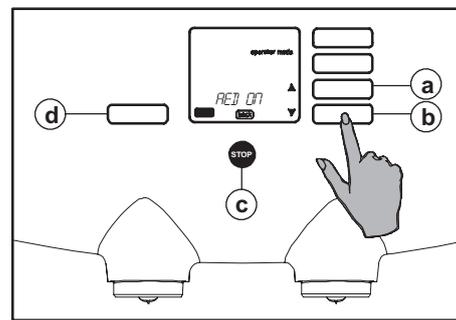

Fig. 67 Activation/désactivation de la détection des packs presque vides
3. Appuyez sur le bouton Enter (fig. 67 d). L'écran affiche l'option sélectionnée (fig. 67).
4. Avec les boutons de défilement , sélectionnez l'option "AED ON" ou "AED OFF" (fig. 67 a ou b) [AED = Almost Empty Detection, Détection des packs presque vides].
5. Appuyez sur le bouton Enter (fig. 67 d) pour confirmer le paramètre.
6. Appuyez ensuite sur le bouton Stop (fig. 67 c) pour quitter la programmation.